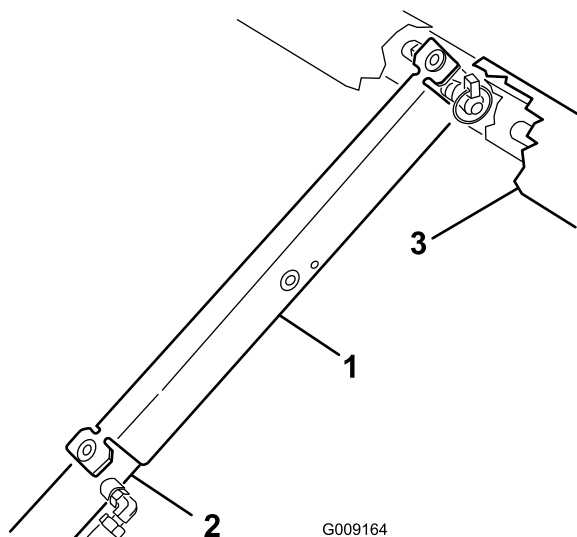

Figure 29
3. Poussez la béquille de sécurité sur la tige du vérin et appuyez bien les languettes d'extrémités contre l'extrémité du corps du vérin et l'extrémité de la tige du vérin (Figure 29).